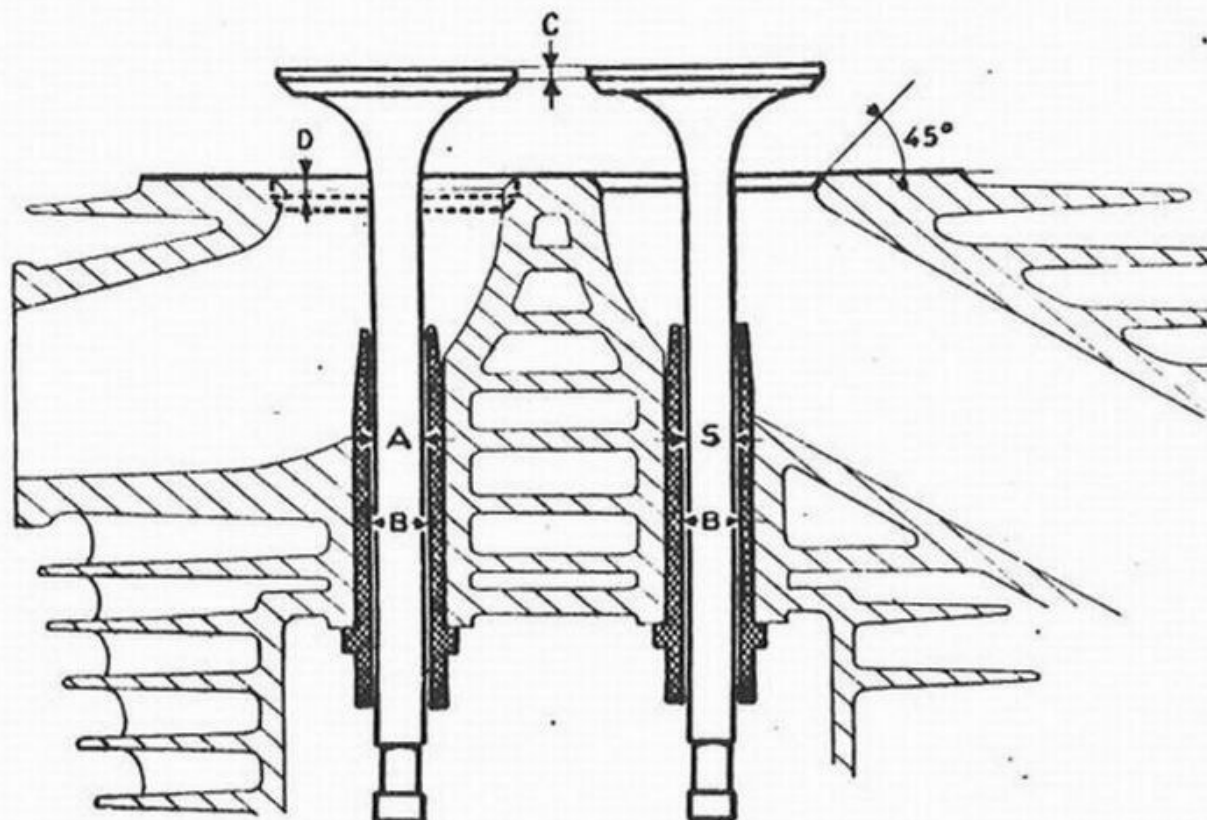

Fig. 32 - Valvole, guide, sedi
Le sedi delle valvole, anche se alquanto logore, possono essere rettificate mediante apposita fresa ($\varnothing = 41 - \times = 45^\circ$) a condizione che l'orlo superiore della sede non venga a incassarsi più di mm. 2 (fig. 32).
Le superfici coniche di appoggio delle valvole, ove occorra, possono venire rettificate mediante uno degli appositi apparecchi, purchè l'orlo superiore (D) non si abbassi al disotto di mm. 0,7 (fig. 32).
Circa le misure attenersi alla tabella della fig. 32.